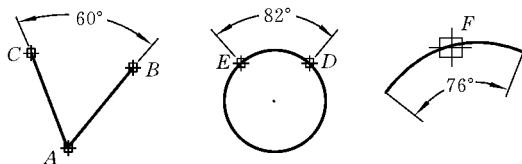

图 6.38 “角度”标注示例
指定角的顶点: 对象捕捉开 //打开“对象捕捉”,捕捉如图 6.38 所示顶点 A
指定角的第一个端点: //捕捉如图 6.38 所示角的第一个端点 B
指定角的第二个端点: //捕捉如图 6.38 所示角的第二个端点 C
① 选择圆弧、圆、直线:单击如图 6.38 所示直线 AB 对象,命令行会提示“选择第二条直线:”,则可继续选择如图 6.38 所示直线 AC 对象,然后按命令行的提示将标注弧线位置放置
单击如图 6.38 所示圆对象点 D,命令行会提示“指定角的第二个端点”,则可继续单击点 E,然后按命令行的提示将标注弧线位置放置在合适的地方,完成圆中一段弧的圆心角的标注。
单击如图 6.38 所示弧对象点 F,按命令行的提示将标注弧线位置放置在合适的地方,完成一个弧对象的圆心角的标注。